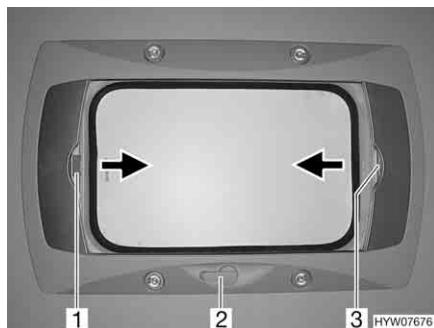

Fig. 50 Oblò a manovella
Apertura: ■ Ruotare la manovella (Fig. 50,2) fino a quando non si incontra resistenza.
Chiusura: ■ Tirare la tendina oscurante pieghevole per la maniglia (Fig. 50,3) nella direzione della freccia fino alla posizione desiderata e rilasciare. La tendina oscurante pieghevole rimane in questa posizione.
- Tirare la zanzariera a rullo per la maniglia (Fig. 50,1) nella direzione della freccia verso la maniglia contrapposta della tendina oscurante pieghevole (Fig. 50,3) e farla innestare.
- Tirare la maniglia della zanzariera a rullo (Fig. 50,1) dietro, verso l'alto, e sganciare la zanzariera a rullo dalla tendina oscurante pieghevole (Fig. 50,3).